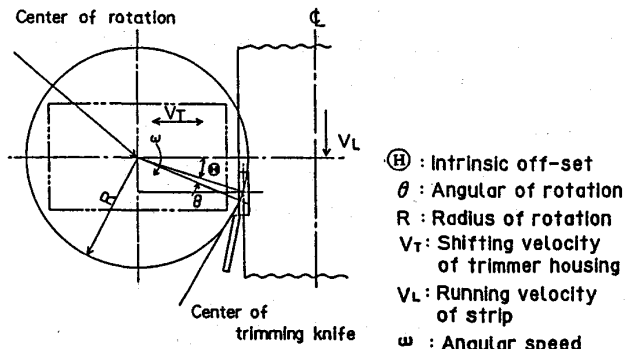

Fig.2 Schematic diagram
3. 走間幅替制御 走間幅替は、トリマーハウジング旋回機能と幅調整機能を連動することによって行なっている。走間幅替に当っては、トリマー旋回パターンを基本とし、横行速度は、幾何学的関係(Fig.2)から定まる次式によって追従させている。